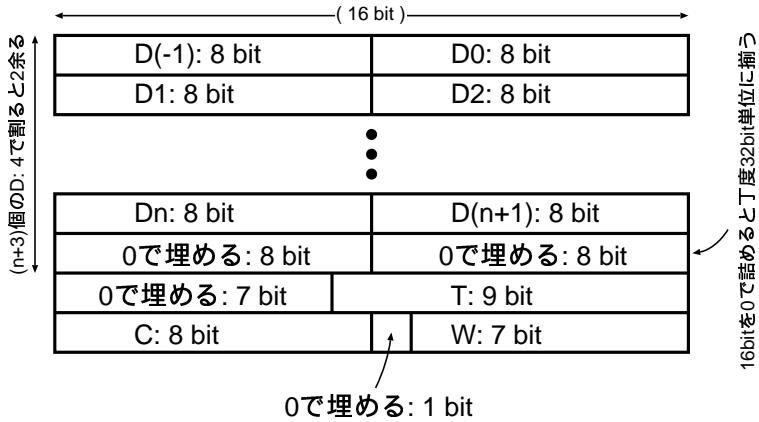

図 2.9: CRAW モードで出力されるデータの構造
CRAW モードでデータ圧縮 IC の RAM に書き込まれるデータの構造を図 2.9 に示す。CRAW モードのクラスタのデータは可変長であり、クラスタの数が多過ぎるかまたは最後のクラスタのデータ量が大き過ぎて RAM に収まり切らない場合は、RAM に正常に収められる範囲のクラスタまで RAM に記録され、OF ピンに High が出力される。クラスタのデータ D_i ($i = -1, 0, \dots, n, n + 1$) は 32 bit 単位に揃えられ、余った領域には 0 が詰められる。クラスタのデータが丁度 32 bit 単位に収まるときは、クラスタデータの最後に 32 bit の 0 が追加される。これはデータ圧縮 IC の内部で 32 bit 単位でデータを処理していることと、0 を詰めた領域を検索することで後でクラスタデータの終端を検出可能にするために、このような仕様になっている。また CRAW モードでデータのワード数を記録する領域 (W) の大きさは 7 bit しかないので、クラスタのデータ数が 128 を越えたときは記録し切れないので、クラスタのデータの終端を検出することが可能なのでデータを読み出すことは可能である。